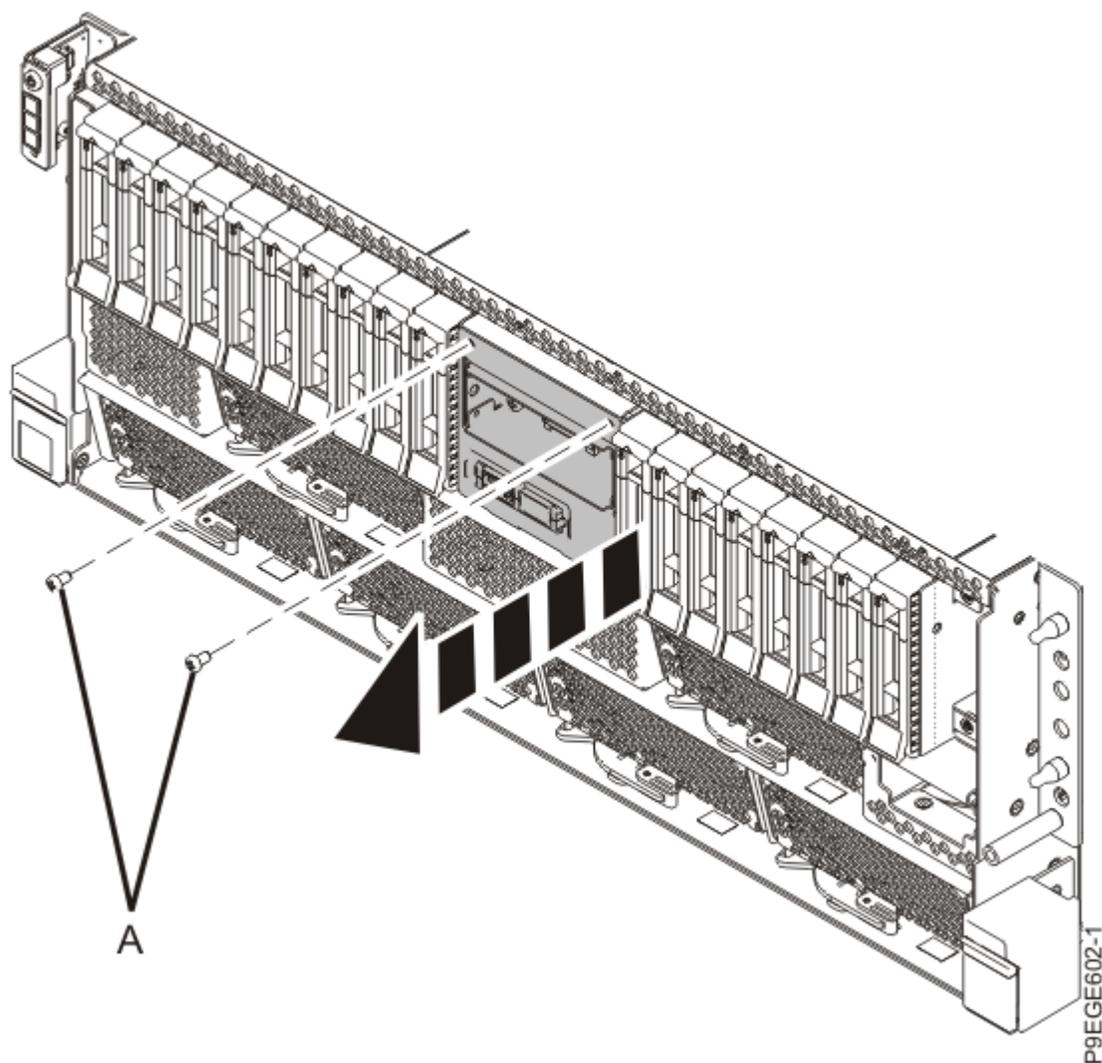

Figura 112. Remover o apoio do ecrã do painel de controlo do suporte para um sistema montado em bastidor
6. Para um sistema montado em bastidor, remova os dois parafusos **(A)** que fixam o apoio do ecrã do painel de controlo ao chassis conforme apresentado na Figura 112 na página 119.
7. Para um sistema autónomo, remova os dois parafusos **(A)** que fixam o apoio do ecrã do painel de controlo ao chassis conforme apresentado na Figura 112 na página 119.